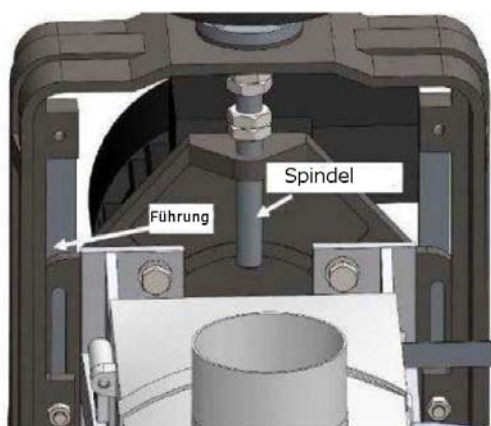

Abb. 32: Schmierung
1. Tauschen Sie ein schadhaftes Schleifband sofort aus. Überprüfen Sie in regelmäßigen Abständen die korrekte Einstellung des Vorschubbandes. Schmieren Sie monatlich alle bewegten Teile (Abb.32) wie Gewindespindel, Scheiben und Lagerbüchse einschließlich der Tiefenbegrenzung, Gleitflächen und Buchsen, die mit dem Tiefensteuermechanismus verbunden sind. Verwenden Sie hierfür kein Öl oder Fett, da es dazu neigt, Sägemehl zu binden.